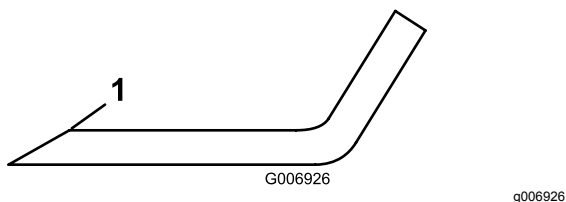

図 90
5. 全部のブレードの切っ先を丁寧に点検する。切っ先が鈍くなっていたり欠けていたりした場合には研磨する。研磨は刃先の上面だけに行い、刃の元々の角度を変えないように十分注意する 図 90。